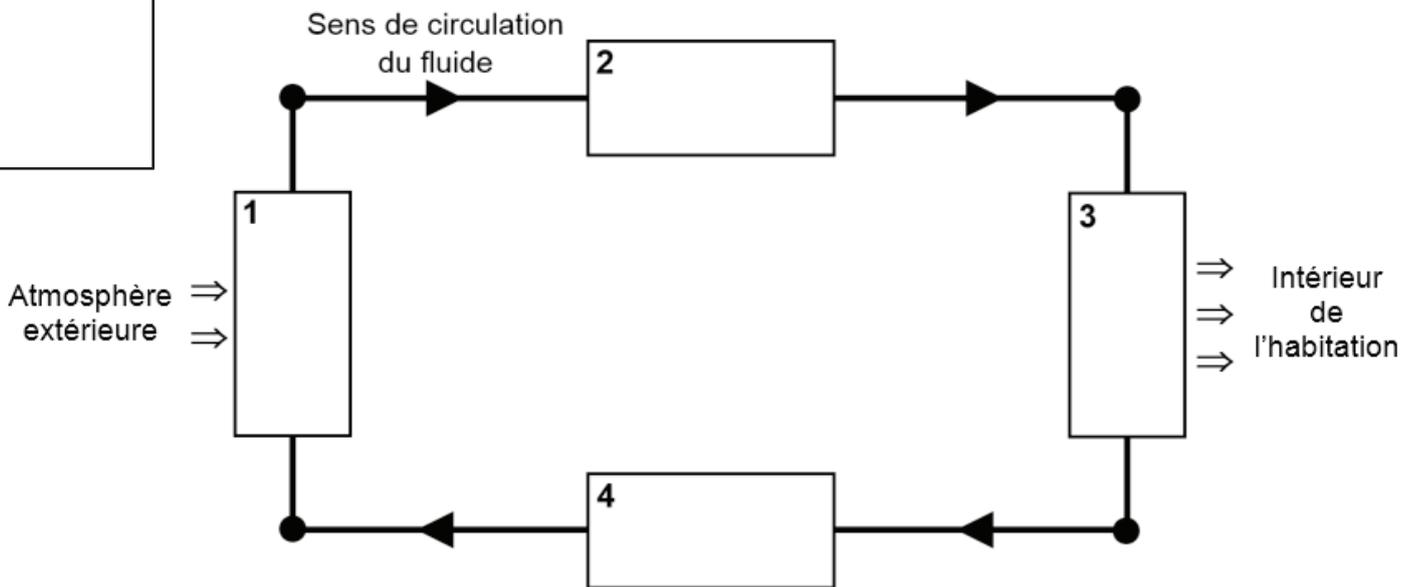

Figure f.2
5. Compléter la figure f.2 de la feuille annexe en :